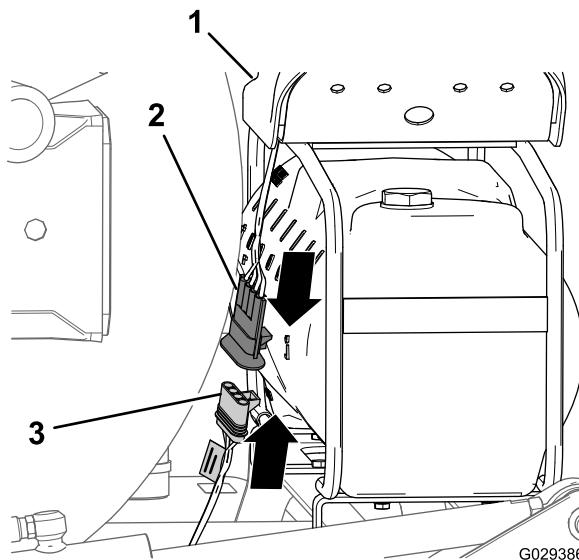

Figura 17
1. No final da secção de 236 cm da cablagem, alinhe o conector de 4 tomadas da cablagem do kit de acabamento com o conector de 4 pinos da cablagem do compressor (Figura 17).
2. Instale o conector de 4 pinos no conector de 4 tomadas (Figura 17).